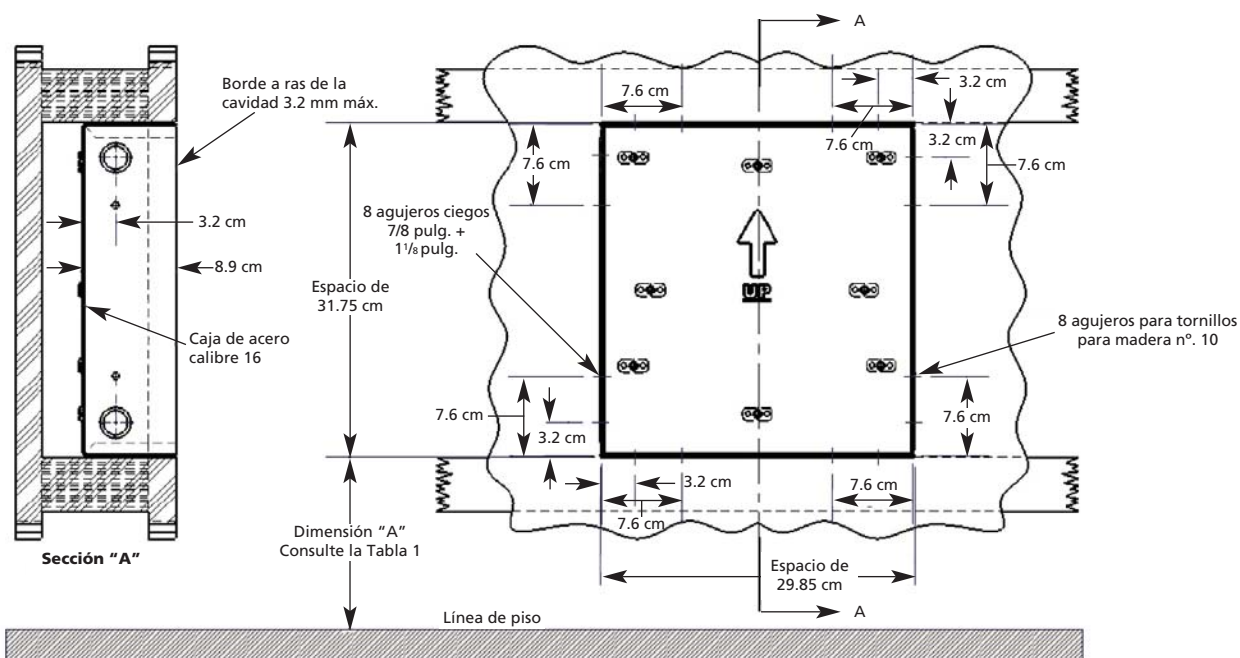

Figura 1
- c. Para montar la caja de embutir, encuadre la abertura en la pared de acuerdo con la Figura 1.